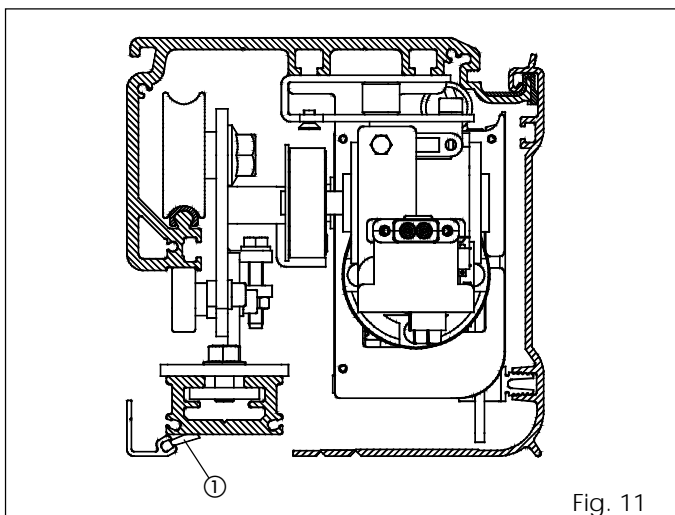

Fig. 11
LET OP: breng de borstel (accessoire fig. 11 ref. ①) vóór de montage aan in het sluitprofiel.